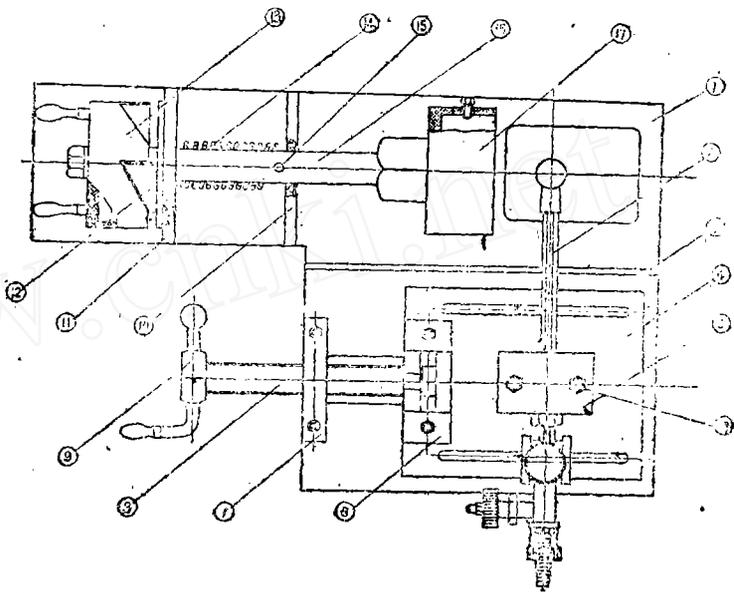

图2 乙炔焰靠模切割器
(2) 用乙炔氧焰切割水口器切割各种水口（如图2所示）。过去我們用手工鋸水口，每小时只能鋸10~14个6个水口的鑽头；利用銼床加工，只能銼出30~40个；而用乙炔氧焰切割器，每小班能切割700个以上；其形状不限，主要由改变靠模形状而定。成本也低，每銼一个鑽头水口只0.049元，仅为过去手鋸加工费的三分之一左右。
(3) 鑲合金：首先将要鑲合金的鑽头排列一起，一次逐个鑲上合金，而后利用200×200×30的平板，檢驗其底出刃，以达到平齐为准；利用两个直径不同的圆套模，控制其外出刃，以达到外出刃一致（不采心鑽头用）。
(4) 氧气烧焊合金鑽头：
①每个合金要焊三个面，底出刃立着焊，内、外出刃倒下焊，使合金片与空白鑽头之間結合牢固，很少发生合金脫落现象。
②鑲焊时銅液量要适当，要使每顆